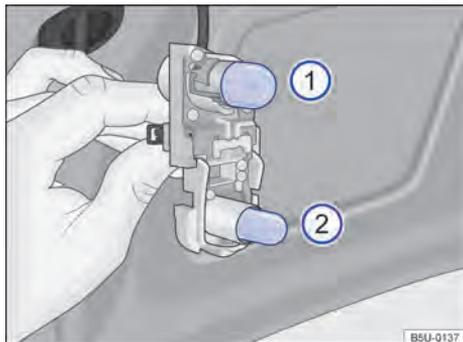

Fig. 181 En el soporte de las lámparas: ubicación de las lámparas.
- ⑤ Para remover la lámpara incandescente quemada ① → fig. 181, presionar la lámpara contra el soporte y girar, al mismo tiempo, en el sentido antihorario.
- ⑥ Para desmontar la bombilla quemada ② → fig. 181, tirar de la lámpara del soporte para desmontarla.
- ⑦ Cambiar la bombilla quemada por una bombilla nueva del mismo modelo.
- ⑧ Para insertar la lámpara nueva ① en el soporte, presionar la lámpara y girar, al mismo tiempo, en el sentido horario, hasta el batiente.
- ⑨ Para insertar la lámpara nueva ② en el soporte, encajar y empujar la lámpara en el soporte.
- ⑩ Cerciorarse de que las lámparas estén correctamente fijadas en el soporte.
- ⑪ Instalar el soporte de las lámparas en la tapa trasera. La lengüeta de bloqueo debe encajar de forma audible.
- ⑫ Colocar la cobertura. La cubierta debe encajar y estar firme.
- ⑬ Cerrar la tapa trasera → pág. 60.
La ubicación e identificación de las lámparas incandescentes → fig. 181 están relacionadas a continuación: